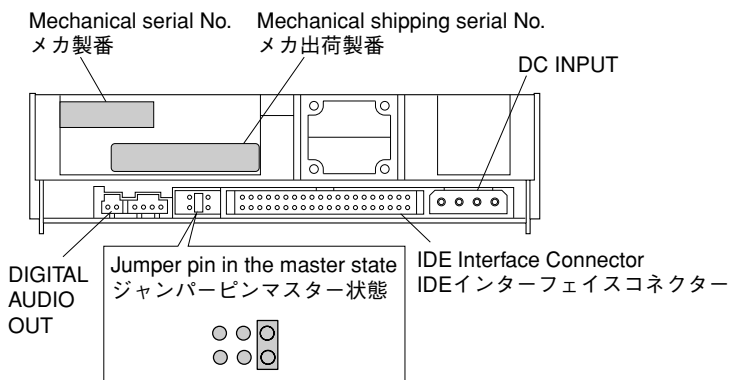

Fig. 8
- Insert the jumper pin of the new CDR mechanical unit at the master position. (Fig. 8)
- 新しいCDRメカユニットのジャンパーピンを、マスターの位置に差し込みなおします。(Fig. 8)